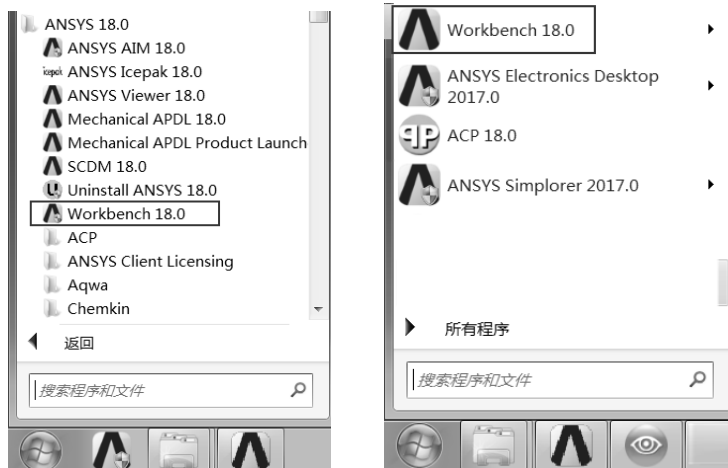
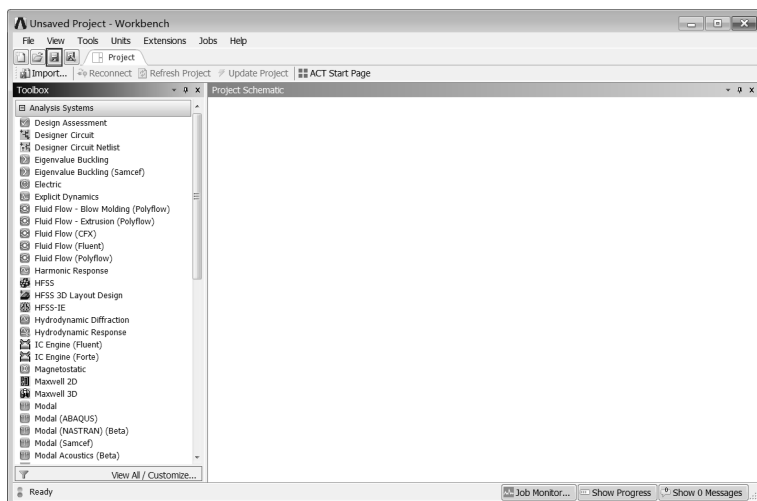

图 19-2 Workbench 启动方法
图 19-3 保存工程文档
Step1：启动 Workbench。如图 19-2 所示，在 Windows XP 下选择“开始”“所有程序”ANSYS 18.0 Workbench 18.0 命令，即可进入如图 19-3 所示的主界面，其中包含了 Getting Started 窗口。
Step2：保存工程文档。进入 Workbench 后，单击工具栏中的 按钮，将文件保存为 01，如图 19-3 所示。单击 Getting Started 窗口右上角的 （关闭）按钮将其关闭。